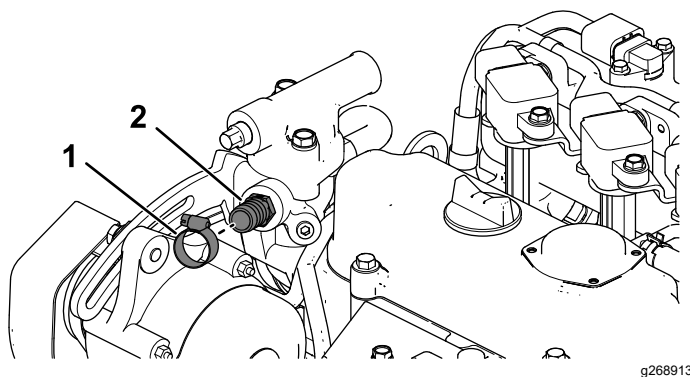

Figura 13
- B. Instale a união reta ($\frac{5}{8}$ pol.) com uma braçadeira de cabos (Figura 13).